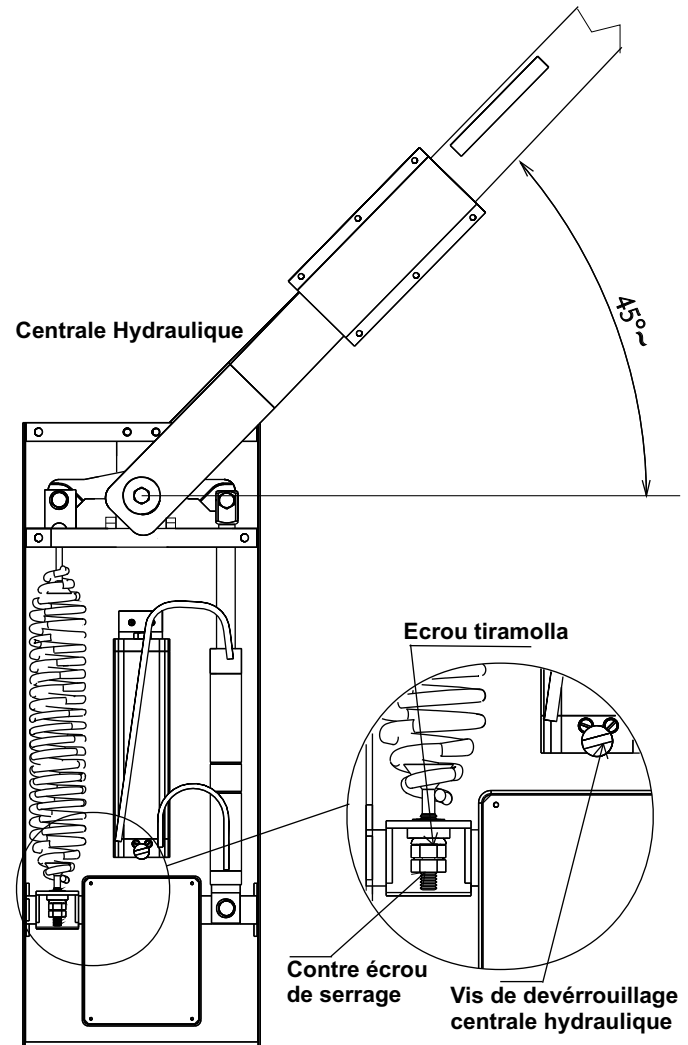

Fig. 8
- Dévisser ou visser l'écrou de tension du ressort jusqu'à atteindre le point d'équilibre à 45° (Fig. 8). La condition optimale d'un parfait équilibre c'est obtenu quand la lisse reste ferme dans la position indiquée dans Fig. 8.